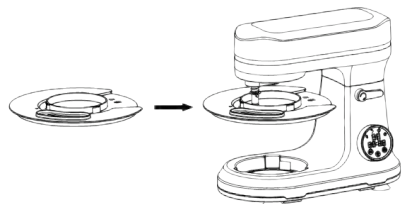

Abbildung 1
- Drehen Sie den Deckel im Uhrzeigersinn, bis Sie ein "Klick"-Geräusch hören, das anzeigt, dass er eingerastet ist. Siehe Abbildung 1 zur visuellen Orientierung.